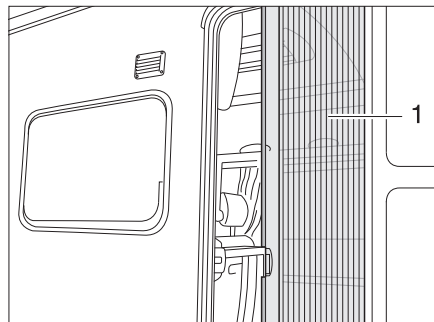

Bild 26 Insektsskydd
**Öppna:** ■ Ta tag i handtaget (Bild 26,1) och dra ut insektsskyddet helt.
**Stänga:** ■ Ta tag i handtaget (Bild 26,1) och skjut tillbaka insektsskyddet.